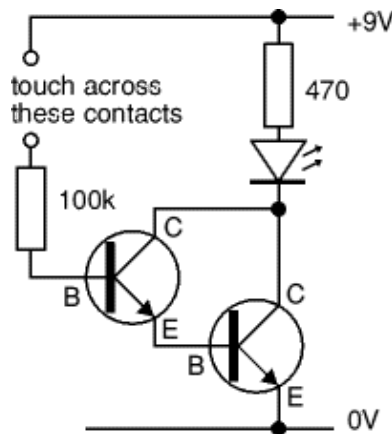

FIGURE 4 – Paire de Darlington.
1. Montez le circuit de la figure 4 avec deux BJT. Observez le comportement du circuit lorsque vous touchez les deux fils avec vos doigts et expliquez ce qui se passe.